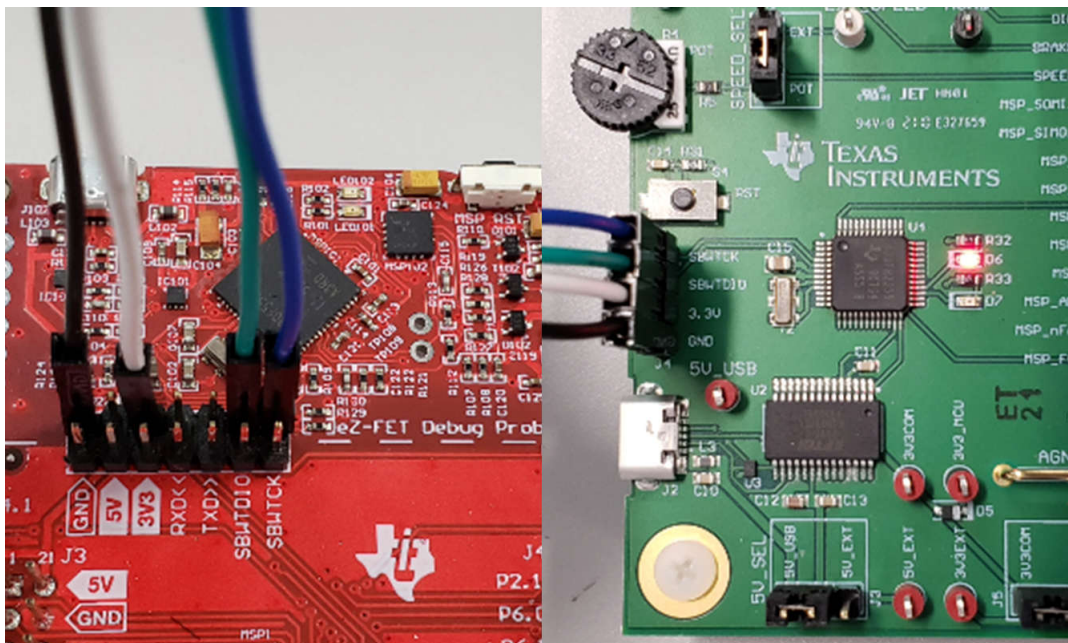

图 3-3. MSP430 LaunchPad eZ-FET 调试探针连接到 MSP430FR2355
2. 将 GND、3V3、SBWTDIO 和 SBWTCK 信号 LaunchPad eZ-FET 侧的顶部引脚连接到 MCF8329EVM 的 J7 上的相应引脚，如表 3-1 和图 3-3 所示。